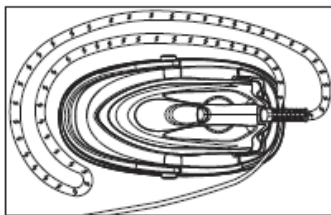

Fig.11
3. Coloque la plancha en la unidad base, recoja la manguera de suministro y enróllela hacia la derecha alrededor de las ranuras del cable de la unidad base. Ate el cable de alimentación y la manguera de suministro juntos, luego enrolle el cable de energía hacia la derecha alrededor de las ranuras del cordón de la unidad base, y bloquear el cable con la manguera de suministro. (Fig. 11 - Fig. 14)